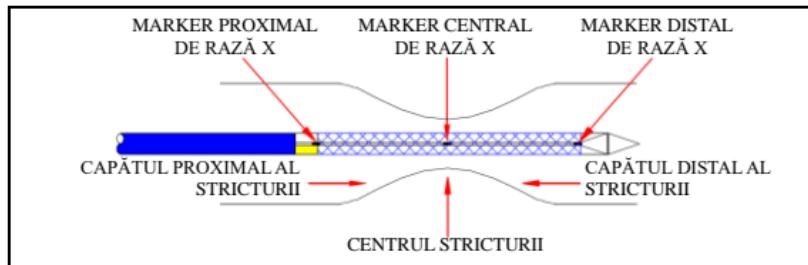

Figura 4
- Atunci când markerul central de raze X ajunge în centrul stricturii ţintă, continuați să trageți înapoi conectorul în formă de Y până când stentul este complet instalat. (A se vedea Figura 4, 5)
- Atunci când markerul central de raze X ajunge în centrul stricturii ţintă, continuați să înațiați către conector până când stentul este complet instalat. (A se vede Figura 4, 6)